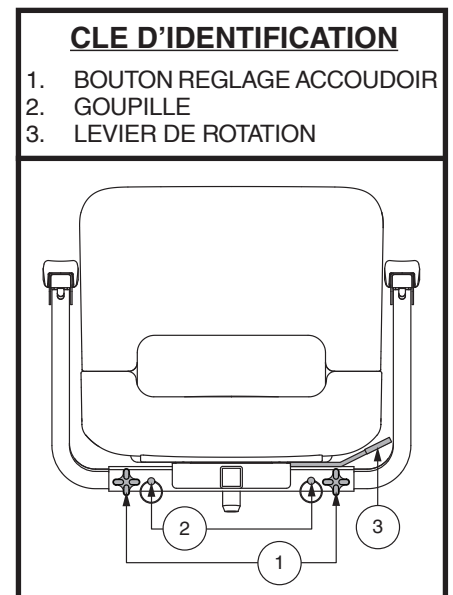

Figure 14. Réglage du siège
1. Desserrez les boutons de réglage. Voir la figure 14.
L'angle de l'accoudoir de votre scooter peut être ajusté vers le haut ou vers le bas. Pour régler l'angle de l'accoudoir, repliez l'accoudoir et ajustez le boulon d'angle pour trouver l'angle souhaité. Voir la figure 14.